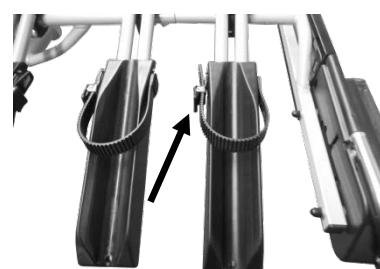

Figure 8 : Position de montage des bouchons
- Placez les rails d'extension sur les douilles (figure 6 et 7). Les bouchons de la sangle de roue doivent se trouver vers l'avant dans le sens du trajet (figure 8).